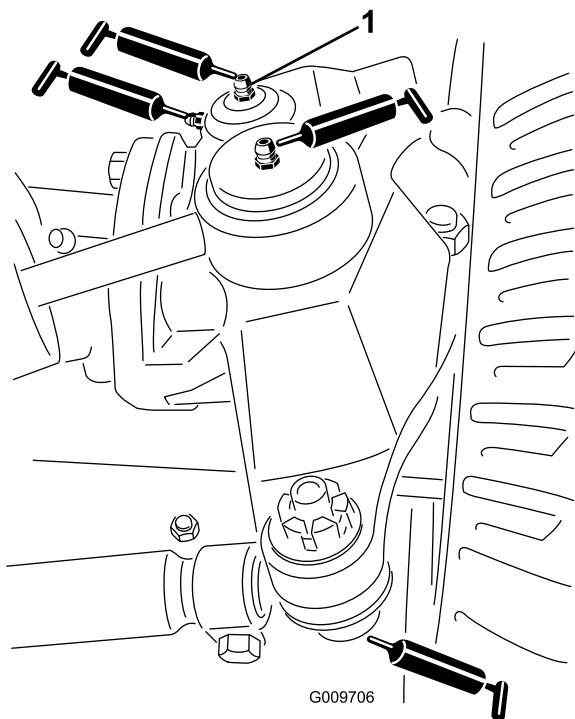

Figura 49
- Rótulas do cilindro de direcção (2) (Figura 49)
- Rótulas esféricas da barra de ligação (2) (Figura 49)
- Buchas do pino principal (2) (Figura 49) **O bocal superior do pino principal apenas deverá ser lubrificado uma vez por ano (2 bombas).**